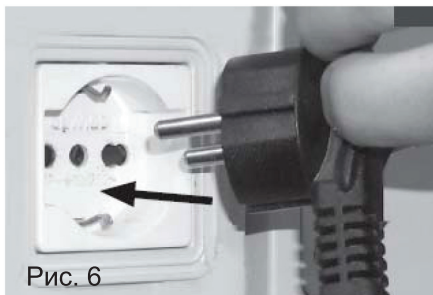
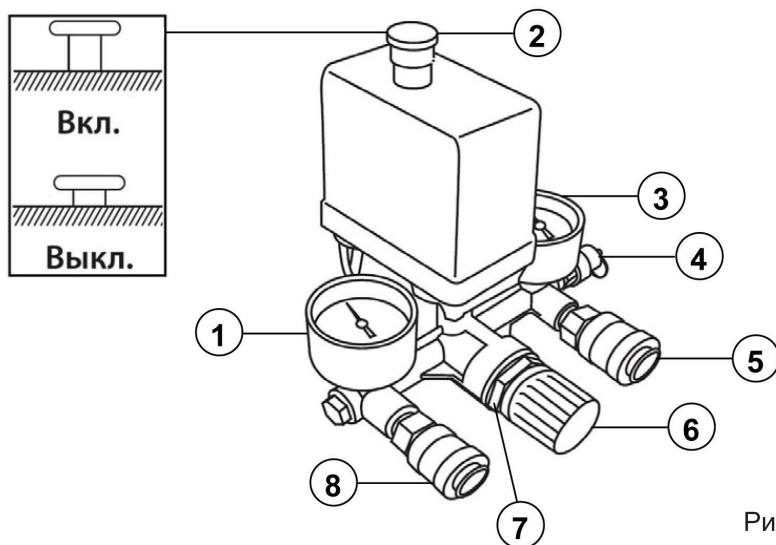

Рис. 6
Рис. 7
2. Подключите вилку электрокабеля питания в соответствующую розетку, имеющую контакты заземления (Рис. 6), предварительно проверив, что выключатель реле давления 2 (Рис. 7) находится в положении выключено «О» (OFF).;
3. Включите компрессор красной кнопкой реле давления (прессостата), потянув ее вверх в положение Вкл. (Рис. 7). Компрессор запустится и начнет накачивать воздух в ресивер. После достижения заданного верхнего уровня давления (8 бар) компрессор остановится. По мере расходования воздуха давление в ресивере падает и, когда оно достигает нижнего заданного уровня (разница между верхним и нижним уровнем давления 2 бар), компрессор автоматически включится. Компрессор продолжает выполнять этот цикл в автоматическом режиме до тех пор, пока его не выключить с помощью выключателя реле давления, нажав его вниз в положение Выкл. (Рис. 7)
Давление в ресивере можно проверить по показаниям манометра 3 (Рис. 7). Максимальное давление в ресивере 8 бар.
Регулировка давления возможна только на выходе 8 (Рис. 7). Давление на выходе регулируется ручкой редуктора 6 (Рис. 7). Вращая ручку редуктора по часовой стрелке, давление на выходе увеличивается, против – уменьшается (Рис. 7).
Для визуального контроля давления на выходе используется манометр 1 (Рис. 7).
После регулировки выходного давления на редукторе необходимо зафиксировать ручку редуктора контргайкой 7 (Рис. 7).
Для останова компрессора нажмите на кнопку прессостата в положение Выкл. (Рис. 7). После завершения работы с компрессором отключите его от электросети и стравите воздух из ресивера.